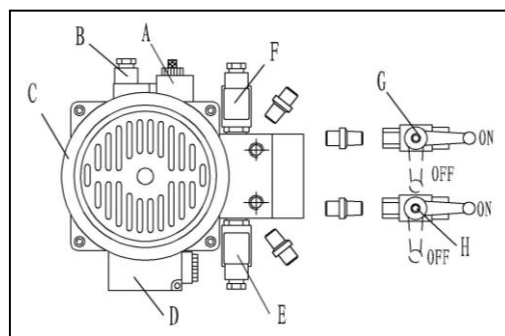

Рисунок 29
2. Закройте запорные клапаны подачи масла «Н» и «G» в блоке управления (рисунок 29). Нажмите кнопку «ВВЕРХ», и левая платформа (если смотреть спереди лифта) поднимется примерно на 1 м. Нажмите кнопку «ВНИЗ», чтобы опустить левую платформу в самое нижнее положение, а затем поднять ее примерно на 1,4 м.